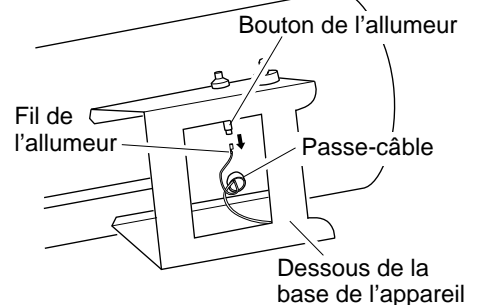

Figure 17 - Débranchement du fil du bouton de l'allumeur
2. Débrancher le fil noir du bouton de l'allumage. Le fil est accessible par le dessous de la base de l'appareil (voir la figure 17). Pousser le fil vers le haut au travers du passe-câble du corps de l'appareil.